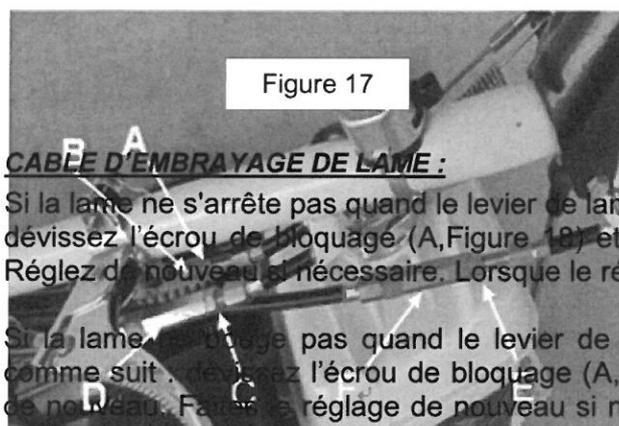

Figure 17
•Si la machine ne s'arrête pas quand le levier d'embrayage est relâché, réglez le câble de tension comme suit : dévissez l'écrou de blocage A (Figure 17) et dévissez la vis B (Figure 17). Essayez de déplacer la machine de nouveau. Réglez de nouveau si nécessaire. Quand le réglage est effectué, revissez le contre-écrou revissez le contre-écrou de blocage sur l'écrou B.
•Si la machine ne bouge pas quand vous appuyez sur la manette d'avancement, réglez le câble de commande comme suit : dévissez le contre écrou C(Figure 17) et dévissez la vis D(Figure 17). Essayez de déplacer la machine de nouveau. Exécutez le réglage de nouveau si nécessaire. Quand le réglage est correct, revissez le contre-écrou de blocage sur l'écrou D.
- o Dévissez l'écrou de blocage (E, Figure 17, 18).